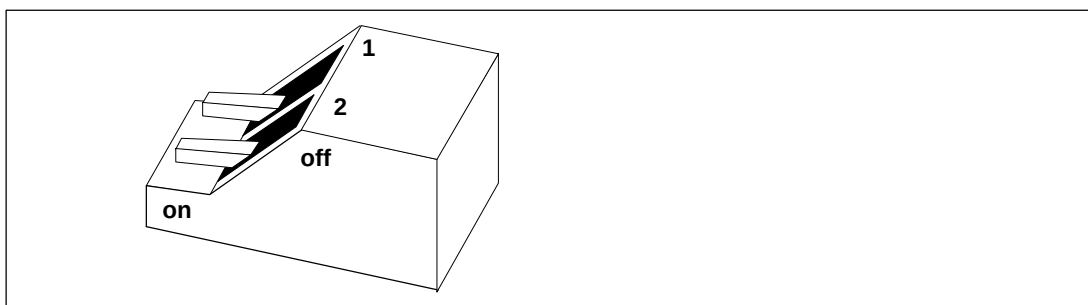

Figura 3-14 Posizione dell'interruttore interfaccia TTY attivo
Modificare l'impostazione del ponticello come mostrato nella figura 3-14 in basso:
3. Portare ambedue gli interruttori nella posizione "open" (vedi figura 3-14).